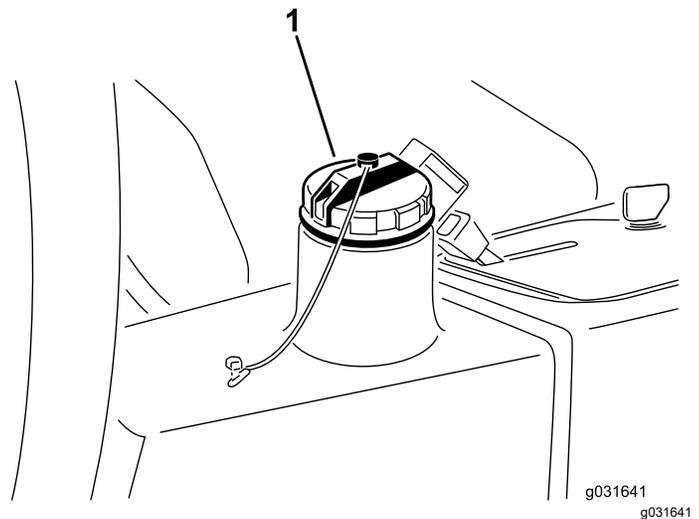

Figura 65
4. Llene el depósito (Figura 65) con aproximadamente 13,2 litros de aceite hidráulico; consulte Comprobación del sistema hidráulico (página 55).